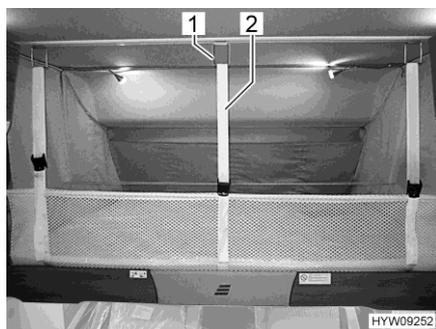

Fig. 63 Rete protettiva (letto basculante)
- Staccare le cinture di ritegno (Fig. 63,2) e sistemare la rete protettiva sotto il materasso.
- Agganciare le cinture di ritegno (Fig. 63,2) ai ganci (Fig. 63,1) del soffitto.